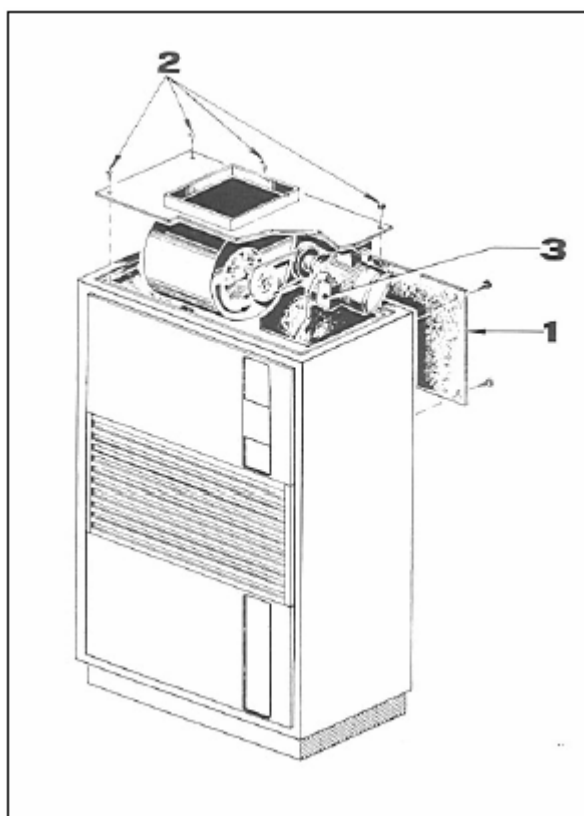
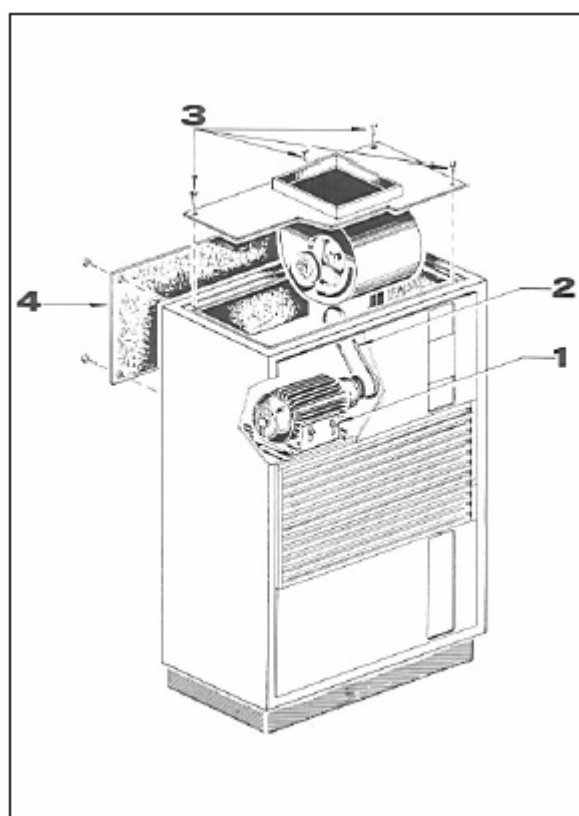

Рис. 1
Рис. 2
1. Модели MEC 30 W – MEC 550 W (Рис. 1)
- Отвинтите винты (2), крепящие вентиляторную секцию к раме.
- Снимите заднюю панель корпуса (1).
- Отсоедините кабель питания (3) электромотора.
- Закрепите панель (1) на верхней поверхности корпуса.
2. Модели MEC 75 W – MEC 100 W – MEC 150 W (Рис. 2)
- Ослабьте гайки (1) крепления станины электромотора и снимите приводной ремень (2).
- Отвинтите винты (3), крепящие вентиляторную секцию к раме.
- Снимите заднюю панель корпуса (4).
- Поставьте приводной ремень на место, отрегулируйте его натяжение и закрепите электромотор гайками (1).
- Закрепите панель (4) на верхней поверхности корпуса.